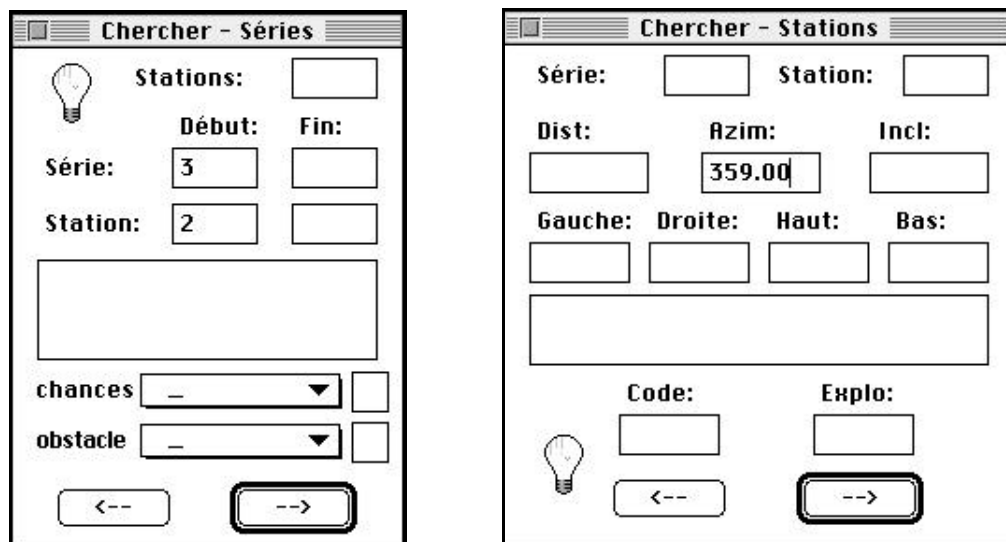

Fig. 4-10- Fenêtre pour chercher une série ou une station à l'aide d'un indice
**Stations...** : Permet de repérer une station en entrant une information la caractérisant (nom, mot du commentaire, numéro...). Même moteur de recherche que pour les séries (cf. fig. 4-10).